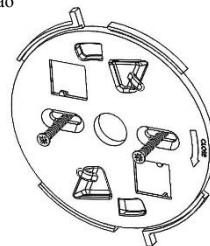

Figura 7
3. Usando os buracos do suporte como molde, fixe o suporte na superfície de amparo (ver Figura 7).